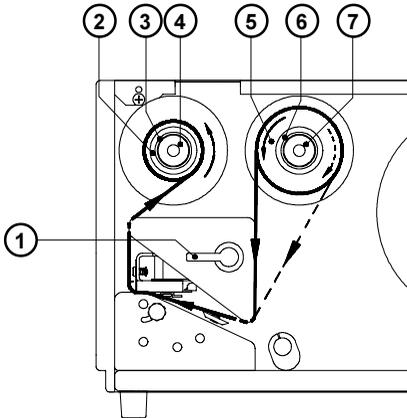

Bild 6c Einlegen des Transferbandes
Die Schichtseite muss beim Einlegen auf der dem Druckkopf abgewandten Seite liegen ! Im Bild 6c gilt die durchgezogene Linie für Transferbandrollen mit innenliegender Schichtseite, die gestrichelte Linie für Rollen mit außenliegender Schichtseite.
3. Rändelknopf (7) im Uhrzeigersinn drehen, bis ein spürbarer Widerstand auftritt, und Transferbandrolle (5) dadurch am Abwickler Transfer (6) festklemmen.
4. Papphülse (2) auf den Aufwickler Transfer (3) aufschieben und durch Drehen des Rändelknopfes (4) im Uhrzeigersinn klemmen.
5. Transferband nach Bild 6c einlegen und mit Klebestreifen (z.B. Etikett) an der Papphülse (2) befestigen.
6. Transferbandlauf durch Drehen am Aufwickler (3) glätten und straffen.
7. Hebel (1) entgegen dem Uhrzeigersinn bis zum Anschlag schwenken und Druckkopf dadurch verriegeln.